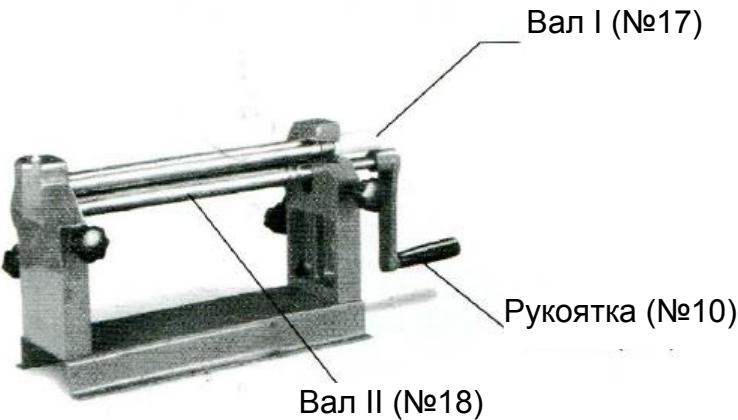

Рисунок 5 – Создание проволоки
- Шаг 5: Для создания проволоки необходимо выбрать наименьший желоб и разместить край проволоки на желобе ВАЛА II. Остальные операции совпадают с порядком обработки листовых заготовок. См. рисунок 5.